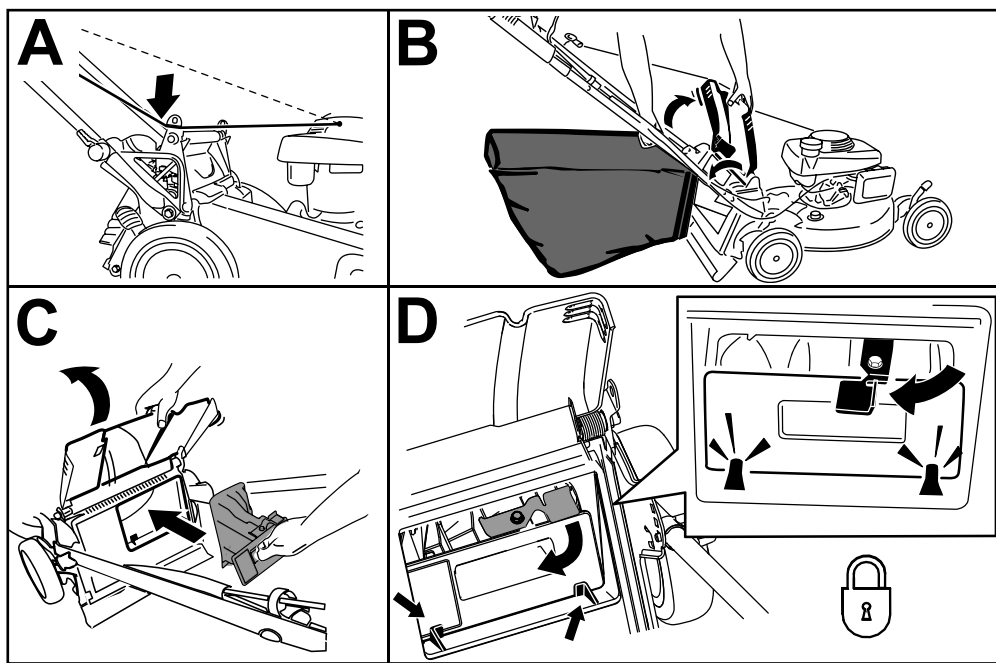

Figura 23
1. Pase la cuerda del arrancador alrededor de la guía de cuerda inferior (Figura 23, A).
2. Levante y sujete el deflector trasero y levante la bolsa por el asa para separarla de las muescas de los soportes del manillar (Figura 23, B).
3. Instale el tapón trasero (Figura 23, C).
Importante: Asegúrese de que el tapón trasero está bloqueado en su sitio. Para bloquear el tapón, presione firmemente hasta que encaje en su lugar detrás de las pestañas, y gire la palanca del tapón a la izquierda (Figura 23, D).